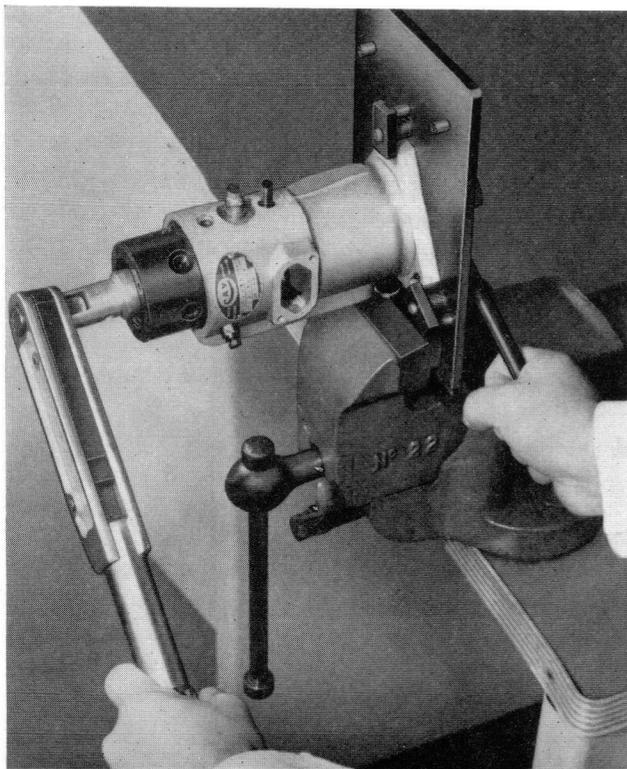

Fig. 39 Serrage ou desserrage du rotor de la pompe de transfert
29. Maintenir le moyeu d'entraînement avec l'outil 7144/773 et serrer le rotor de la pompe de transfert au couple donné à l'aide de l'outil 7044/889 (Fig. 39).